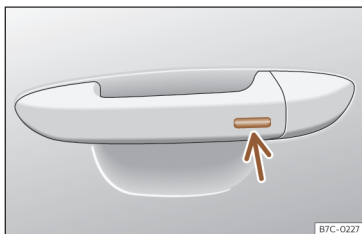

Fig. 62 Manípulo da porta: superfície sensora.
- **OU:** através do sistema Keyless Access (apenas fecho): Mantenha um dedo durante alguns segundos sobre a superfície sensora de bloqueio >>> **Fig. 62** (seta) do manípulo da porta para fechar as janelas e o teto. Se deixar de tocar na superfície sensora, interrompe a função de fecho.
Mantenha um dedo durante alguns segundos sobre a superfície sensora de bloqueio >>> **Fig. 62** (seta) do manípulo da porta para fechar o teto. Se deixar de tocar na superfície sensora, interrompe a função de fecho.